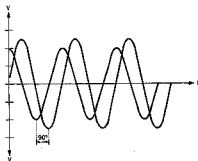

Fig.4
5. Am Oszilloskop müssen nun sinusförmige Signale (V-out) sichtbar sein (siehe Bild 4) die nach ca. 2 s symmetrisch um die O-Achse liegen und 90° phasenverschoben sind. Die Amplituden dieser 2 Signale dürfen zueinander ein Verhältnis von 1 : 2 aufweisen.